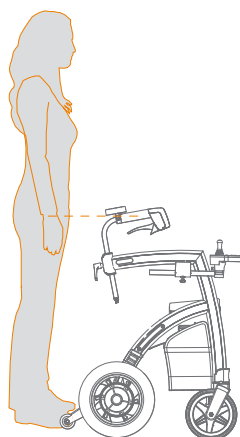

Figure 21: Déterminez la hauteur correcte.
- Pour déterminer la hauteur correcte, tenez-vous entre les poignées du Rollz Motion Electric, les bras pendants près du corps. Les poignées doivent être à la même hauteur que vos poignets (**Figure 21**).